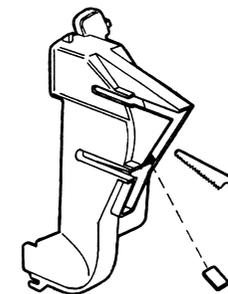

Bild 5
8. Die hinteren Türen sind mit Nachfahrmotoren (Motor mit 2 Kabeln) bestückt. Der Zug der hinteren Tür ist länger. Demontieren Sie das Schloß der hinteren Tür und gemäß Bild 5 schneiden Sie eine Strebe an der Plastikabdeckung des Schloßes ein.